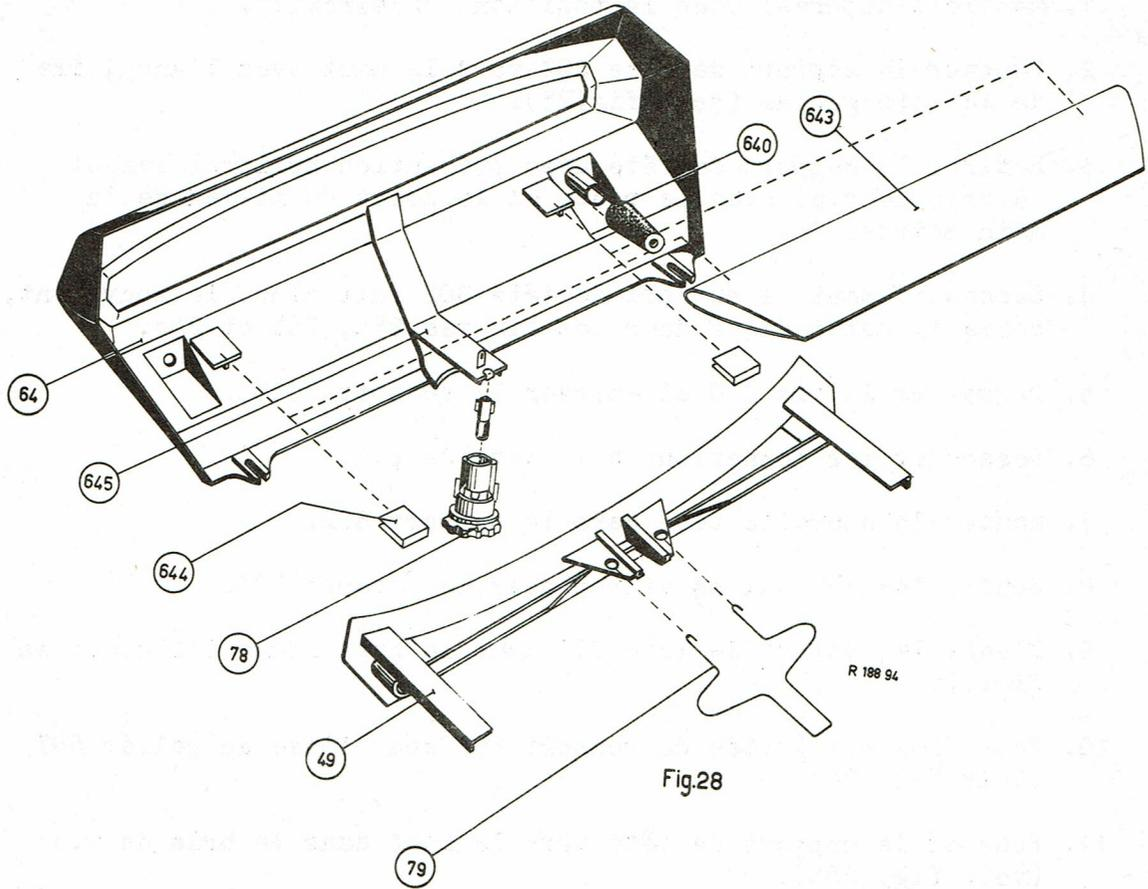

Fig.28
Q. GARNITURES DE CAOUTCHOUC (Voir la fig.28)
R. FEN TRE D'INSERTION (voir la fig. 28)